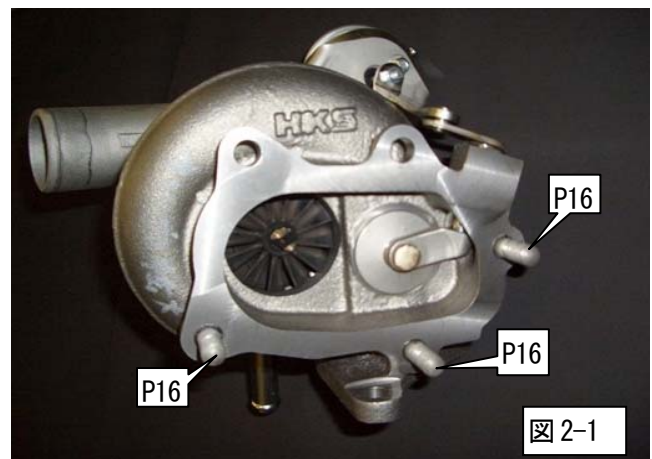

図 2-1
(2)ターボチャージャー Assy にスタッドボルト M10 10-6-20 を取付けてください。(図 2-1)